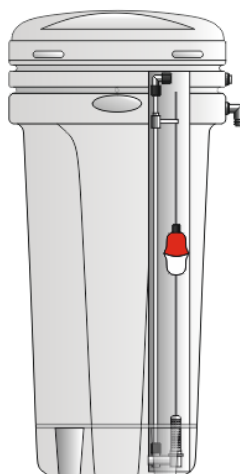

Рис. 2 Элементы солевого бака
Рядом располагается реагентный бак (7), для приготовления раствора поваренной соли, который сообщается с блоком управления гибкой трубкой. В баке установлена перфорированная труба – колодец – в которой располагается солезаборный клапан. На дне солевого бака имеется перфорированная платформа на ножках – лжеднище (Рис. 2).